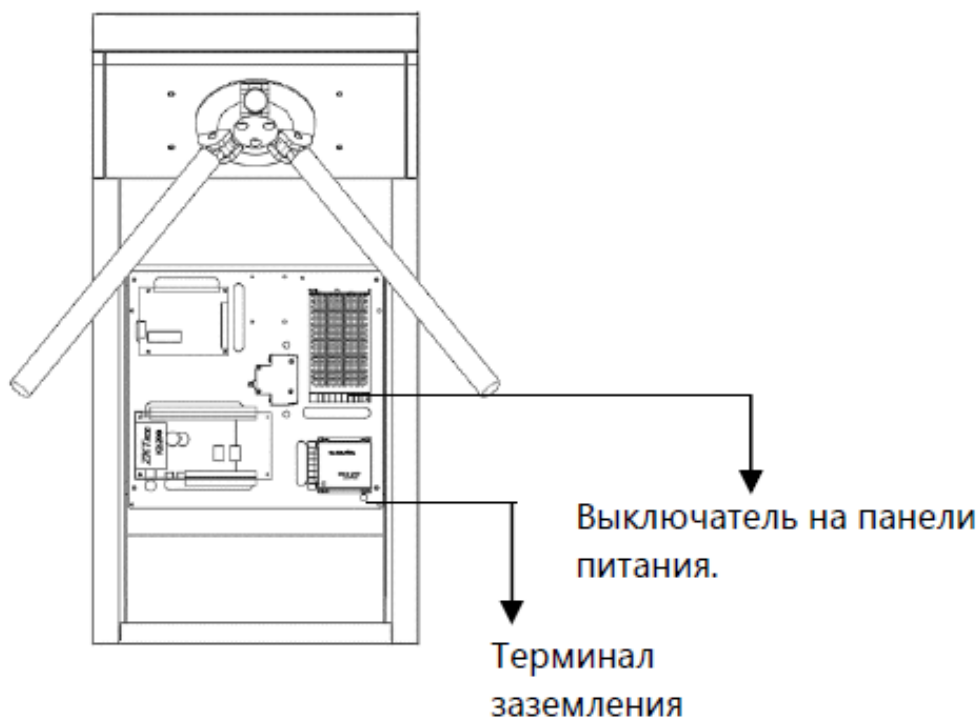

Рисунок 3 – Панель подключения
1. Просверлите отверстия в полу, соответствующие отверстиям в основании турникета (см. рис. 3).